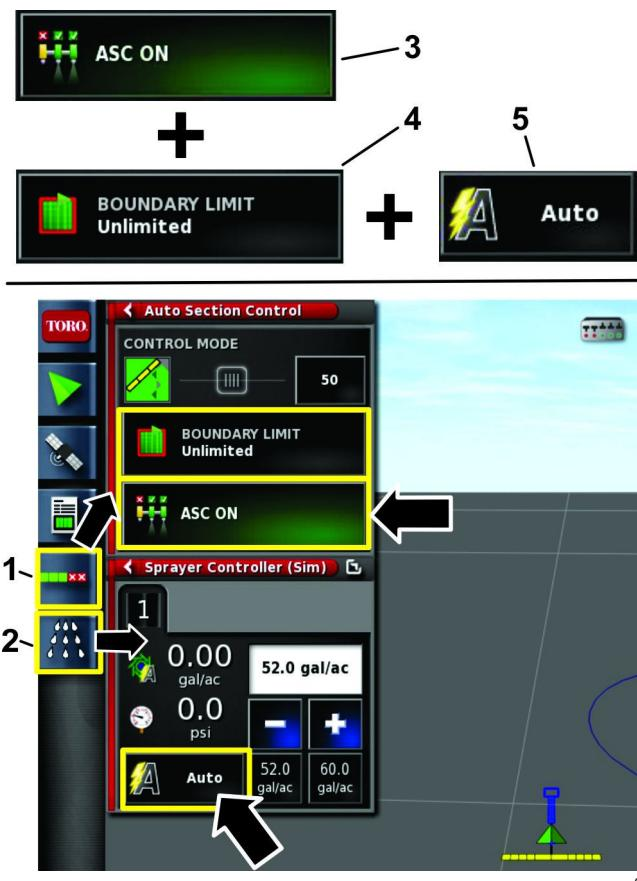

Рисунок 23
- Нажмите на значок автоматического выбора конфигурации управления и на значок контроллера опрыскивателя (Рисунок 23).
- Нажмите на значок ASC, чтобы установить его в положение Вкл., выберите предел границ, установив его в положение UNLIMITED (НЕОГРАНИЧЕННОЕ ПОЛЕ), и установите управление нормой внесения в положение Auto (АВТОМАТИЧЕСКИЙ РЕЖИМ) (Рисунок 23).